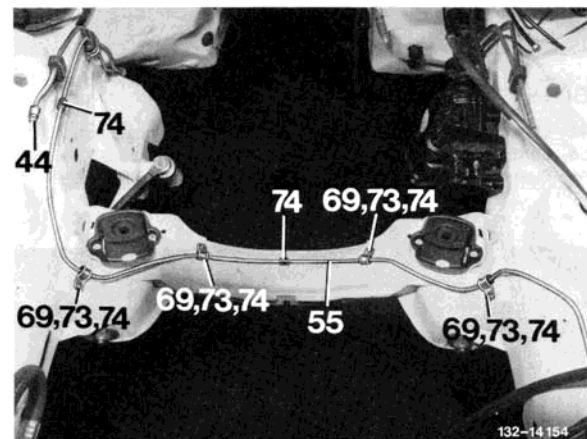

Bild 12
20 Bei 4- und 5-Zylinder-Motoren wird die Ölrücklaufleitung (55) auf dem Rahmenquerträger zum linken Radlaufblech verlegt, dazu beide vordere Motorlager lösen und Motor etwas anheben (Bild 12).